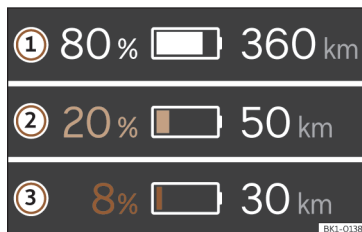

Fig. 20 Sur le combiné d'instruments numérique : autonomie et indication de la réserve.
L'état de charge actuel de la batterie à haute tension est indiqué par le symbole  sur le combiné d'instruments numérique >>> **fig. 20** ①. Le symbole de la batterie sera plus ou moins plein en fonction de l'état de charge de la batterie.
L'autonomie du véhicule est affichée en kilomètres (km) ou en miles (mi) selon le réglage sélectionné >>> **fig. 20** ②.
Zone de la réserve >>> **fig. 20**